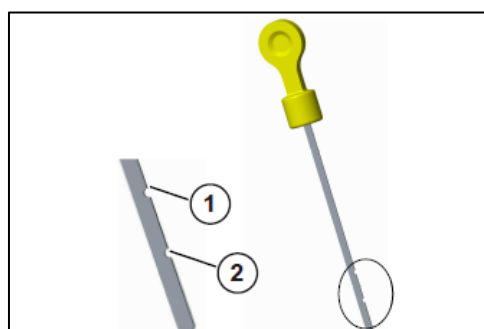

Fig. 280 : REPÈRES MAXIMUM ET MINIMUM SUR LA JAUGE
Vérifier le niveau d'huile de transmission et du système hydraulique toutes les 50 heures. Le niveau d'huile doit se situer entre les repères maximum (2) et minimum (1) de la jauge (voir Fig. 280).